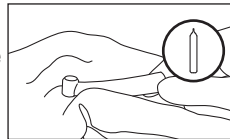

Fig. 15
- 4) Essuyez l'extérieur de la pièce à main et de la clé à l'aide d'un chiffon humidifié avec un désinfectant ou de l'éthanol à une concentration de 60-90 %. (Fig. 15)